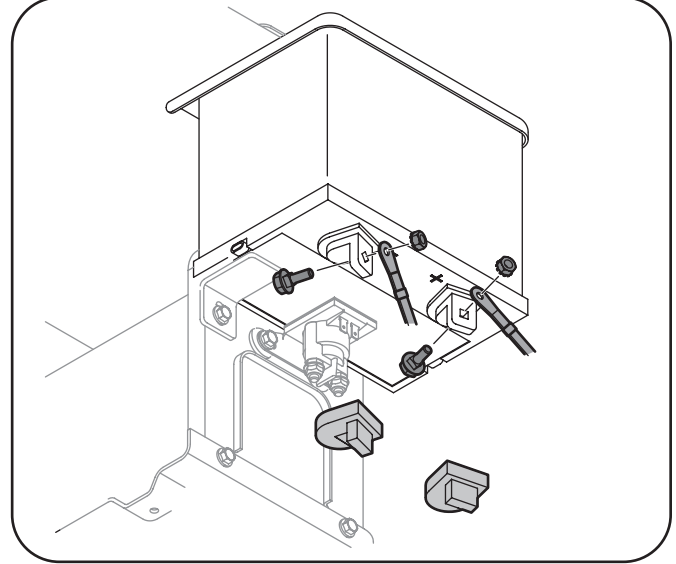

Figure 3-13
1. Enlevez le couvercle en plastique, si équipé, de la borne positive de la batterie et attachez le câble rouge à la borne positive de la batterie (+) avec le boulon et l'écrou à six pans. Voir la Fig. 3-13.
2. Enlevez le couvercle en plastique, si équipé, de la borne négative de la batterie et attachez le câble noir à la borne négative de la batterie (-) avec le boulon et l'écrou à six pans. Voir la Fig. 3-13.